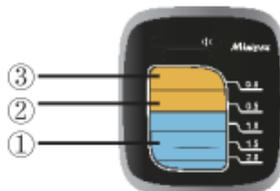

imagen 7
3.1.5 Visualización ampliada del agujero apical. [Imagen 7]